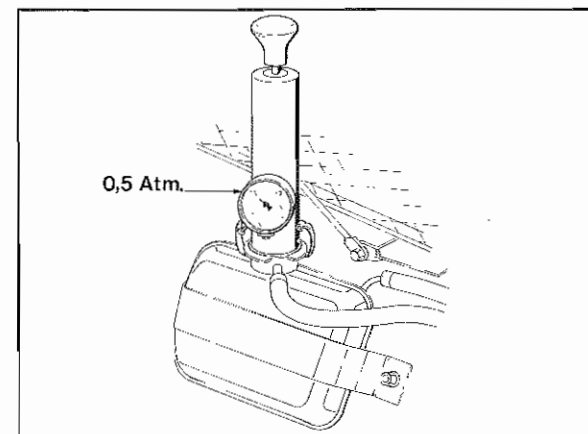

Fig. 4 - Strumento di prova
- Fissare lo strumento di prova al serbatoio di compensazione (**Fig. 4**).
- Fit the testing instrument on the overflow tank (**Fig. 4**).